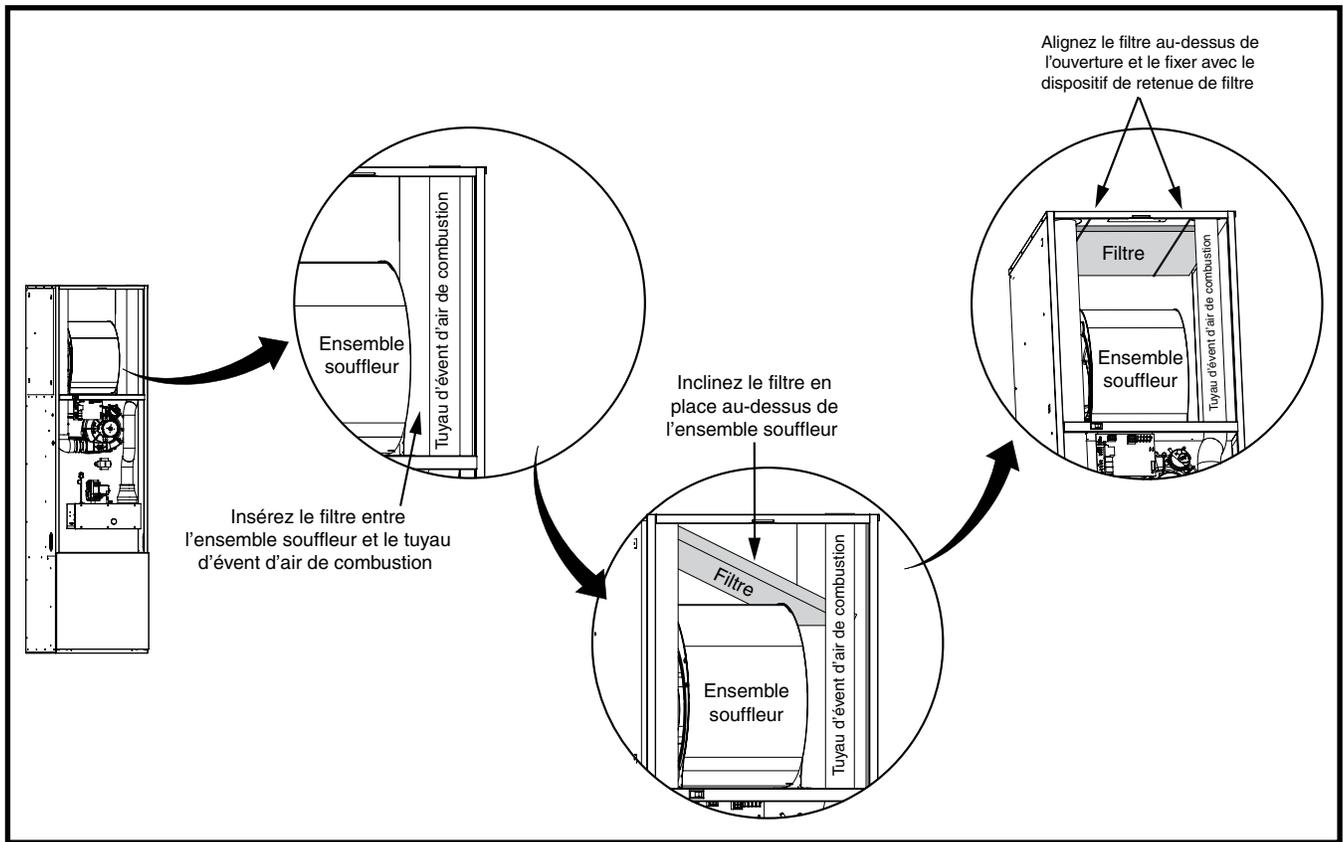

Figure 7. Installation du filtre
1. Glissez le filtre de 46 cm x 46 cm x 2,5 cm dans l'espace entre le tuyau d'air de combustion et l'ensemble souffleur. Voyez la Figure 7 \(page 13\). **REMARQUE** : Assurez-vous que les flèches de circulation d'air du filtre pointent vers l'ensemble souffleur.
4. Alignez uniformément le filtre au-dessus de l'ouverture au haut de l'armoire de la fournaise, puis placez l'autre extrémité du dispositif de retenue de filtre au-dessus du rebord dans le panneau supérieur de la fournaise. **REMARQUE** : Pour bien fixer le filtre, assurez-vous que le dispositif de retenue de filtre est bien positionné dans le panneau supérieur de la fournaise. Il ne doit y avoir aucun espace d'air visible. Le dispositif de retenue peut glisser légèrement vers la gauche ou la droite, mais il ne doit y avoir aucun mouvement de l'avant à l'arrière. Voyez la Figure 7.